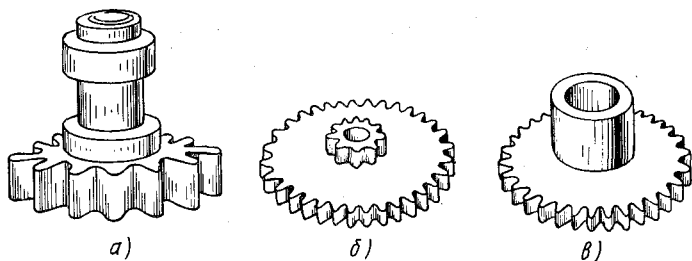

Рис. 31. Детали стрелочного механизма:
**Стрелочный механизм** состоит из часового колеса, минутного колеса с трибом, триба минутной стрелки и фольги (рис. 31).